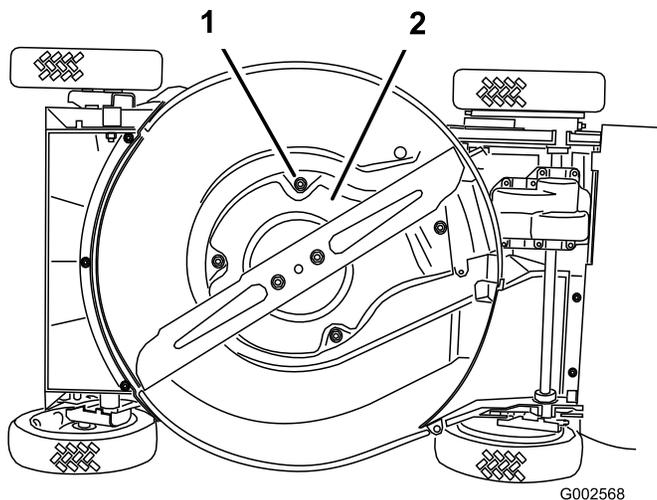

Bild 39
6. Lösen Sie die vier Schrauben, mit denen das Schutzblech befestigt ist (Bild 39).